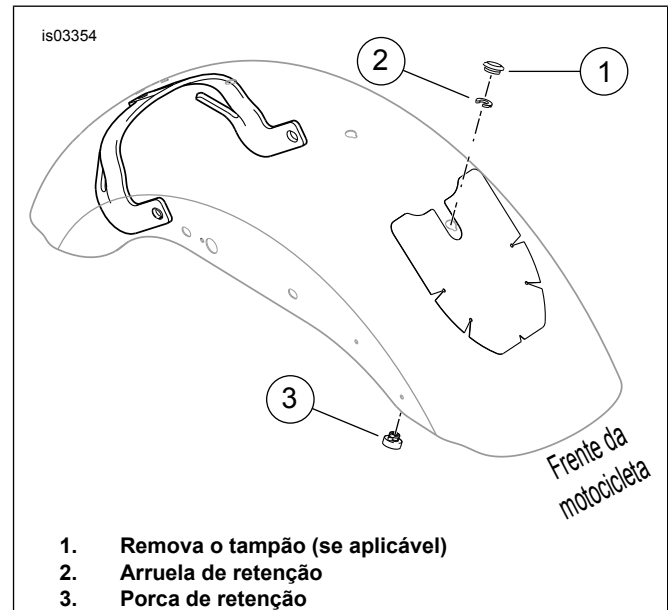

Figura 1. Colocação da porca de retenção e da arruela do assento
1. Se o assento original era do tipo duplo, remova o tampão plástico do furo de montagem do assento dianteiro (veja a Figura 1).